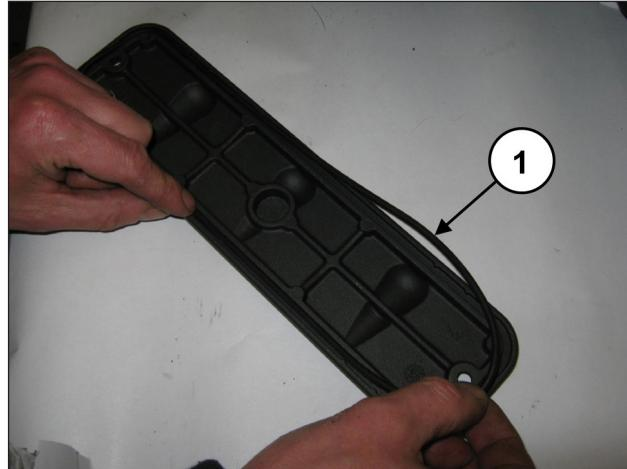
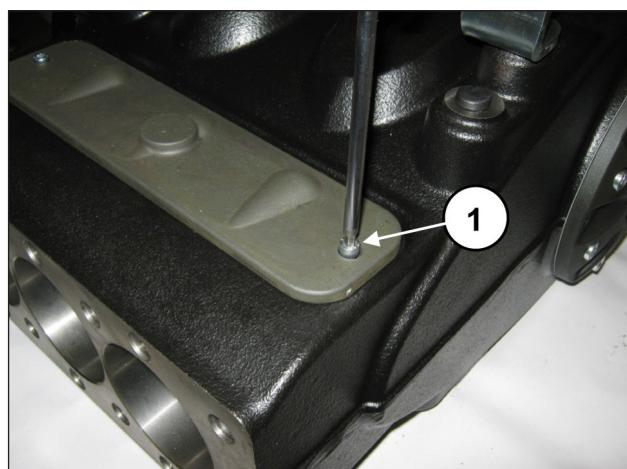

Fig. 191
Fig. 192
Insira o O-ring nas tampas de inspeção (pos. ①, Fig. 191) e monte as tampas usando 2 parafusos M6x14 (pos. ①, Fig. 192) e 2 parafusos M6x40.